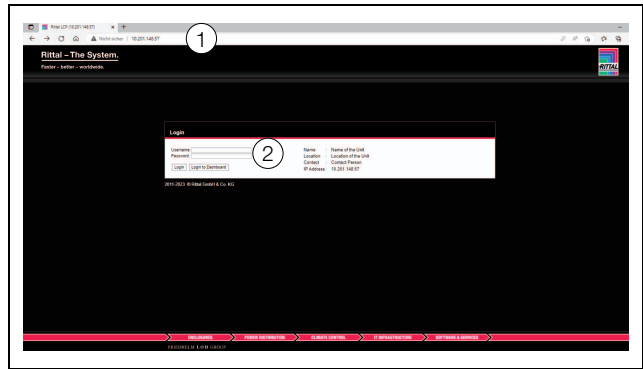

Abb. 96: Anmeldebildschirm bei einer HTTP-Verbindung
- Geben Sie im Browser die Adresse **http://192.168.0.190** ein (Abb. 96, Pos. 1). Es wird der Anmeldedialog zur Anmeldung am Gerät angezeigt.
- Melden Sie sich als Benutzer **admin** mit dem Kennwort **admin** an (Abb. 96, Pos. 2).